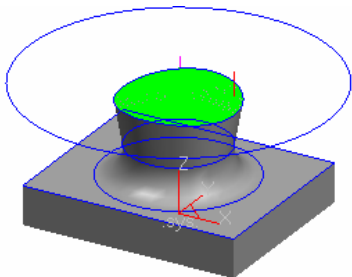

图 8-274 生成刀具轨迹
- 5) 系统接着提示“拾取岛屿”“拾取干涉曲面”“拾取参考曲面”，单击鼠标右键后系统开始计算，生成轨迹如图 8-274 所示。